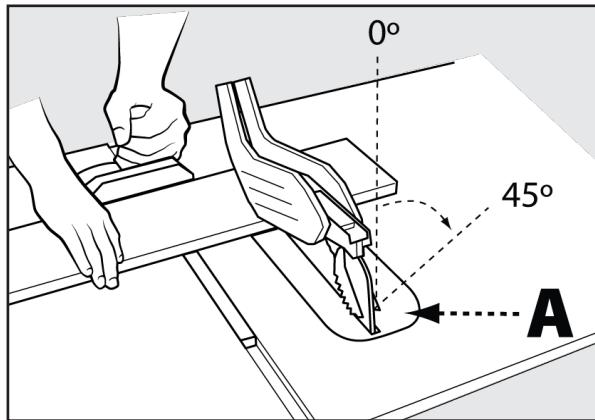

FIGURA 31
El corte transversal biselado es igual al corte transversal excepto que el ángulo de biselado (A) se ajusta a un ángulo distinto a 90° . Cuando realice un corte transversal biselado, coloque la galga de inglete en la ranura de inglete derecha de modo que la hoja se incline lejos de la galga y las manos. Vea la Figura 31